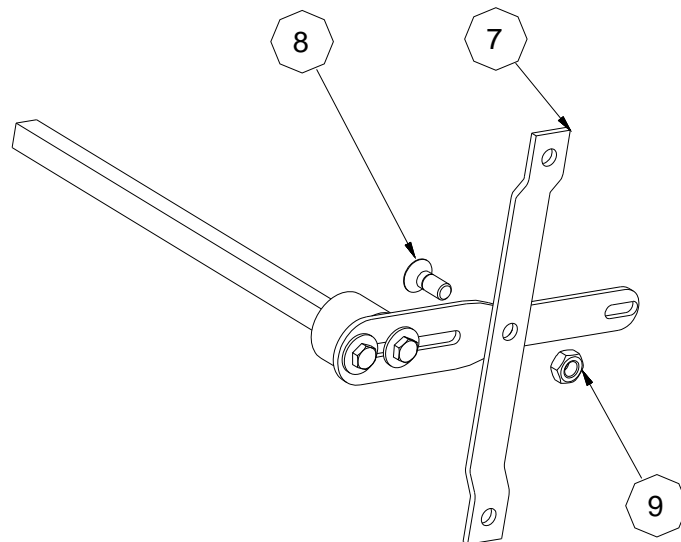

Figure.3
3. **INSTALLATION DE L'ARRIMAGE LIMITEUR:** Assemblez un des bras, se trouvant déjà vissés au tireur, à l'arrimage du limiteur (7), en utilisant la vis M10 x 25 DIN 7991 8.8 (8) et l'écrou M10 DIN 985 Autoblock (9) – Fig. 3 –.